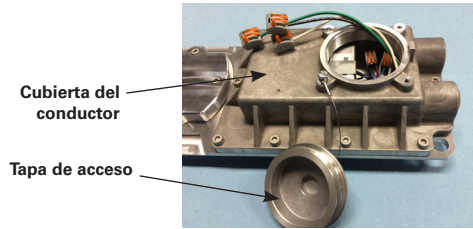
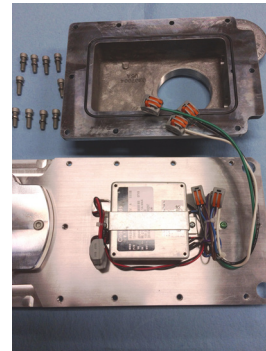

Figura 8
Figura 13
1. Abrir la tapa roscada que da acceso al cableado (ver la Figura 8) y dejar que la tapa cuelgue del cordón. Todos los componentes en el dispositivo están conectados de manera que solo la corriente de entrada debe ser conectada en el dispositivo a los cables conductores (o terminales) según los diagramas de cableado (ver Figuras 10 y 11) y utilizar los métodos que cumplan con todos los códigos aplicables. Primero, suspender el conductor de descarga a tierra para el equipo (verde) luego, el común (blanco) y por último, el último voltaje de línea (negro). Para aplicaciones de voltaje CC, conecte el cable positivo (+) al cable blanco y el cable negativo (-) al cable negro. Ajuste todas las conexiones eléctricas.
3. El repuesto del accionador requiere que se le retire la cubierta del accionador (ver la Figura 13).
4. Abrir la tapa roscada que da acceso al cableado (ver la Figura 8) y dejar que la tapa cuelgue del cordón.
7. Retire los diez (10) tornillos de cabeza hueca de acero inoxidable y las arandelas de la seguridad de la cubierta del accionador con una llave hexagonal de 5 mm o menos.
10. Desconecte los cables de entrada y los de salida del antiguo accionador (ver la Figura 13).
11. Retire los dos (2) tornillos que fijan el accionador; retire el accionador antiguo.
14. Reinstale el nuevo accionador en la luminaria, asegurándose que el accionador esté en contacto directo con la carcasa de la luminaria y que los cables no queden atrapados entre el accionador y la carcasa. Asegure con dos (2) tornillos y ajuste a 5 pulgadas de libras. (0.6 N-m).
15. Asegúrese que los cables de salida estén bien atados a los tableros LED al lado del accionador y que los cables de graduación y de entrada estén bien atados (ver Figura 13).
17. Reinstale los diez (10) tornillos de cabeza hueca de acero inoxidable y las arandelas de la seguridad de la cubierta del accionador con una llave hexagonal de 5 mm o menos.